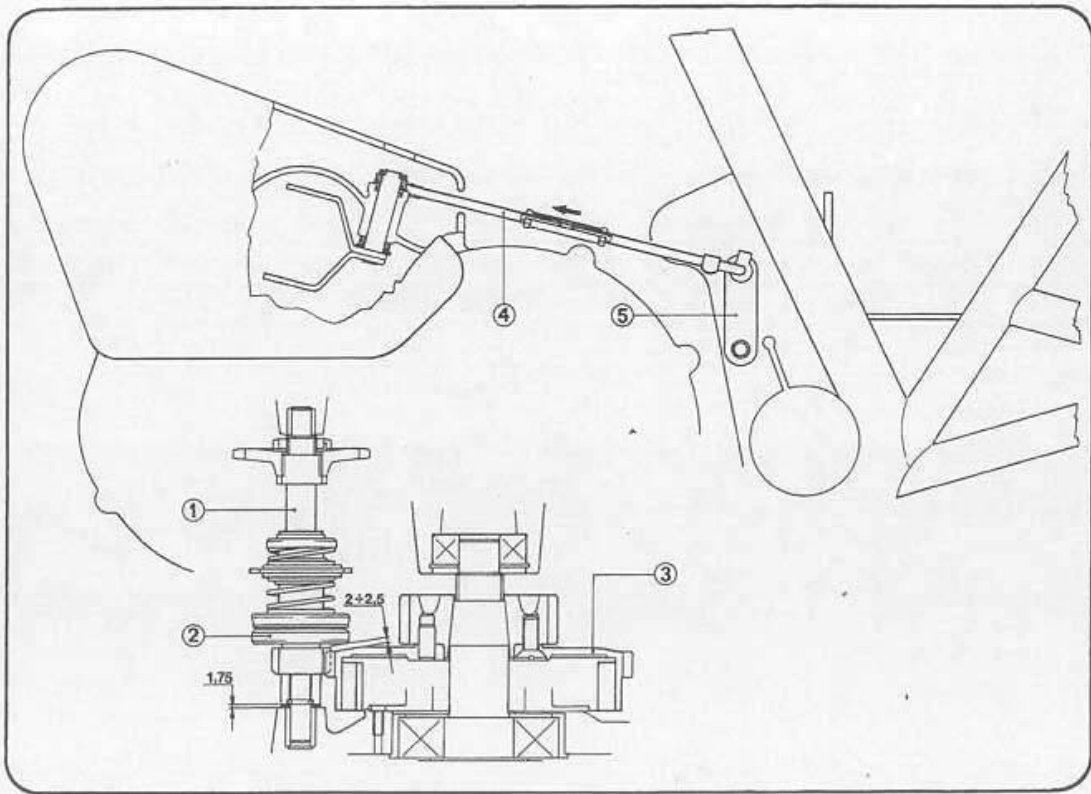

Fig. 97
**Prescrizioni per il montaggio e la messa a punto del meccanismo di avviamento elettrico (vedi fig. 97).**
**Instructions for fitting and setting up of the electric start device (see fig. 97).**